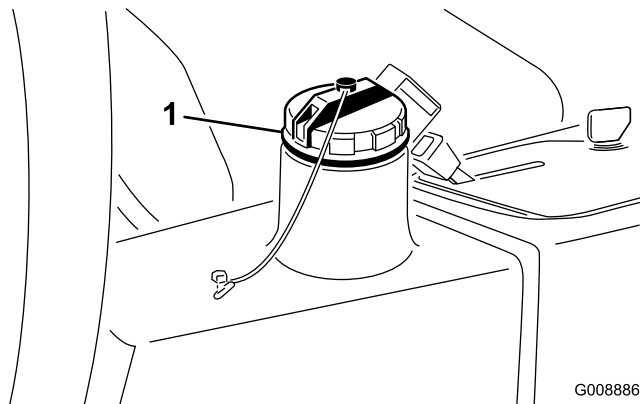

Figura 58
3. Encha o reservatório (Figura 58) com aproximadamente 22,7 l de fluido hidráulico; consulte a secção Verificação do sistema hidráulico.